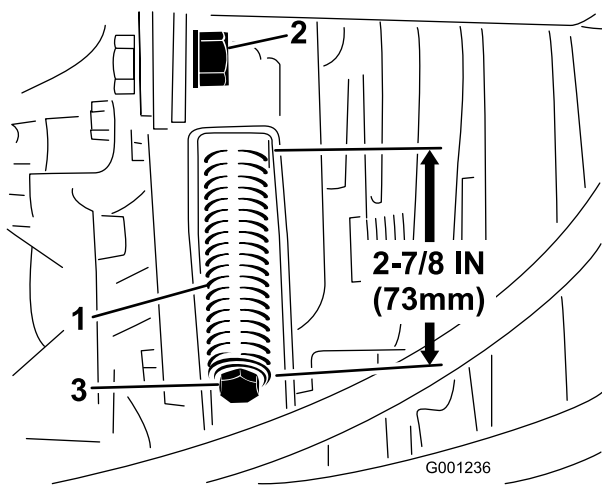

Figura 65
3. Desaperte a porca de segurança da barra de tensão (Figura 65).
- Utilize uma chave de porcas com uma abertura de ½ pol. para apertar ou desapertar a mola tensora (Figura 65). Ajuste a mola de modo a ficar com um comprimento de 73 mm.
- Desaperte a porca de segurança da barra de tensão (Figura 65).
- Utilizando uma chave de porcas com uma abertura de ½ pol., desaperte até ao fim a mola tensora da correia (Figura 65).
- Instale a nova correia da tomada de força e ajuste a tensão da mola da polia para 73 mm (Figura 65).
- Aperte a porca de bloqueio (Figura 65) e feche o capot.